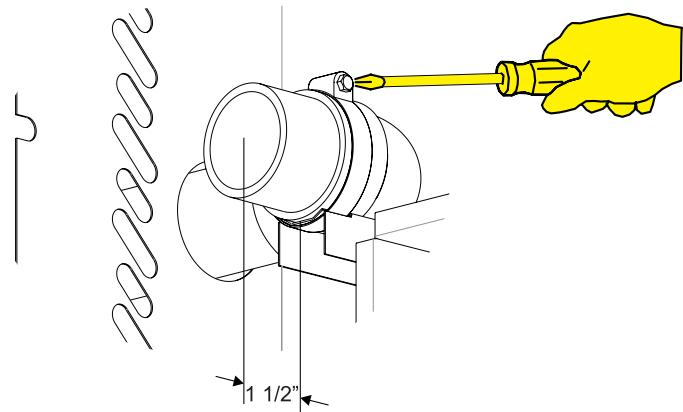

Figure 8
- Fixer le coude à angle droit à l'intérieur du capot profond sur le support de tuyau de fumée à l'aide du collier de serrage fourni. **Voir les Figures 8 et 9.**
S'assurer que le tuyau de fumée se termine à 1-1/2 po (38 mm) de l'extrémité du support. **Voir Figure 8.** Pour le PVC, un petit segment de tuyau devra servir de rallonge; dans le cas du coude Poly-Pro aucun rallonge n'est nécessaire.